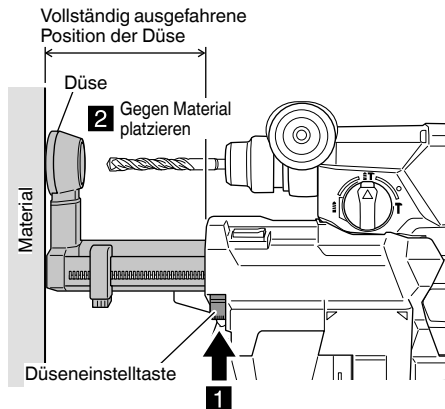

Abb. 5
- (1) Drücken Sie die Einstelltaste der Düsenposition und achten Sie darauf, dass sich die Düse in der vollständig ausgefahrenen Position befindet. **(Abb. 5)**
- (2) Halten Sie das Werkzeug so, dass die Schalter nicht gedrückt werden, und drücken Sie die Düse gegen das Material, in das gebohrt werden soll. **(Abb. 5)**